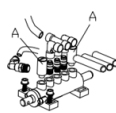

Abb. 23
2. Lösen Sie die Ventilschalldämpfer (A), die dem Pedal zum Öffnen/Schließen der Backen und dem Pedal für den Wulstabstreifer entsprechen; (Abb. 23)
3. Reinigen Sie die Schalldämpfer mit Druckluft; ersetzen Sie sie gemäß der Ersatzteilliste, wenn sie beschädigt sind. (Abb. 23)